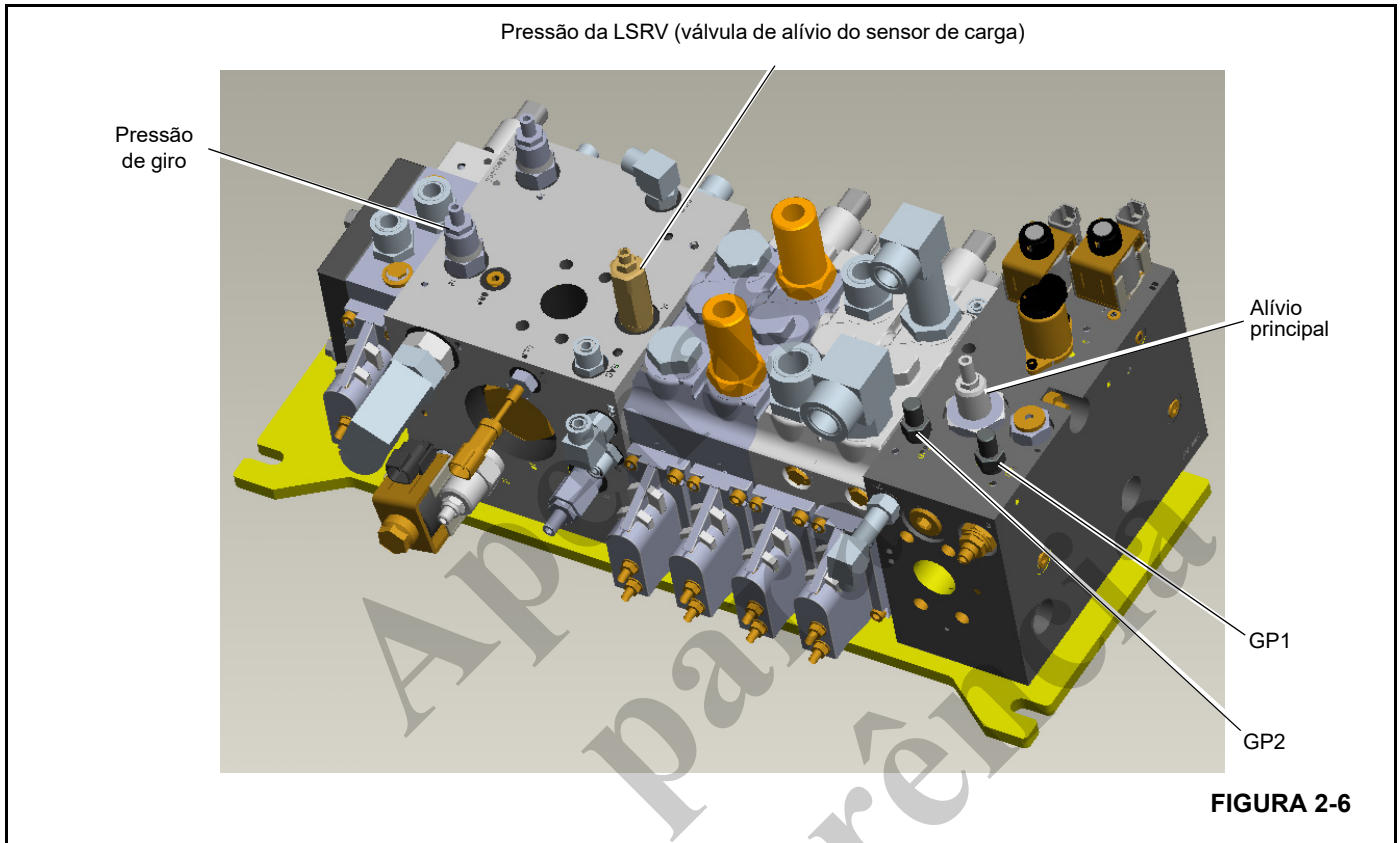

FIGURA 2-6
8. Instale um manômetro na entrada do medidor (GP1) de pressão da bomba na DCV (válvula de controle direcional) (Figura 2-6).
Para verificar a pressão marginal, há duas pressões que serão ajustadas uma vez que o circuito de giro do guindaste necessita de 28 bar (400 psi) de contrapressão continuamente. Isso significa que quando um manômetro é instalado na entrada do sensor de carga (GP2 na Figura 2-6), a pressão indicará o alívio que está presente no circuito de giro. Portanto, a contrapressão de giro deve ser verificada antes,
1. Instale um manômetro na entrada do medidor (GP2) de pressão da bomba na DCV (Figura 2-6).
1. Instale um manômetro na entrada do medidor (GP1) de pressão da bomba na DCV (Figura 2-6).
Para ajustar a pressão máxima da bomba, o ajuste da LSRV (válvula de alívio do sensor de carga) deve ser elevado a um valor mais alto que o ajuste desejado da pressão máxima da bomba. Para fazer isso, aumente o ajuste da LSRV (Figura 2-6) soltando a contraporca (1/2 pol. sext.) e girando o sext. de ajuste (4 mm) no sentido horário até atingir o batente. O resultado deve ser de um ajuste de aproximadamente 345 bar (5000 psi).
5. Instale um manômetro de mínimo de 414 bar (6000 psi) na entrada do medidor GP1 da bomba (Figura 2-6).
3. Aumente a compensação de pressão (PC) até que 345 bar (5000 psi) seja atingido no medidor. Deve haver um silvo audível na linha de alívio principal e na linha de retorno de volta ao tanque hidráulico com a sensação de que há uma grande fluxo de óleo para o tanque. Isto significa que o ajuste do alívio principal foi atingido.
4. Se o ajuste de 345 bar (5000 psi) não puder ser atingido no manômetro, o ajuste da válvula de alívio principal deve ser aumentado (consulte a Figura 2-6). Isso pode ser ajustado soltando a contraporca de 3/4 pol. e usando uma chave Allen de 3/16 pol. para acertar o ajuste. O giro no sentido horário aumenta o ajuste e cada volta gera um ganho de 91 bar (1315 psi). Certifique-se de reapertar a contraporca de 3/4 pol. com 8 Nm (6 lb-pé) quando o ajuste estiver correto.
5. Assim que o ajuste desejado do alívio principal for atingido, o ajuste da compensação de pressão (PC) da bomba deve ser retornado para o valor da Tabela 2-2. Consulte "D. Ajuste da pressão máxima da bomba."
1. Instale um manômetro de 414 bar (6000 psi) na entrada do medidor (GP1) de pressão da bomba na DCV (Figura 2-6).
1. Instale um manômetro de 345 bar (5000 psi) na entrada do manômetro (GP2) de pressão da bomba na DCV (Figura 2-6).
3. Se a pressão da LSRV não está correta, ajuste o parafuso de ajuste da LSRV conforme mostrado na Figura 2-6.